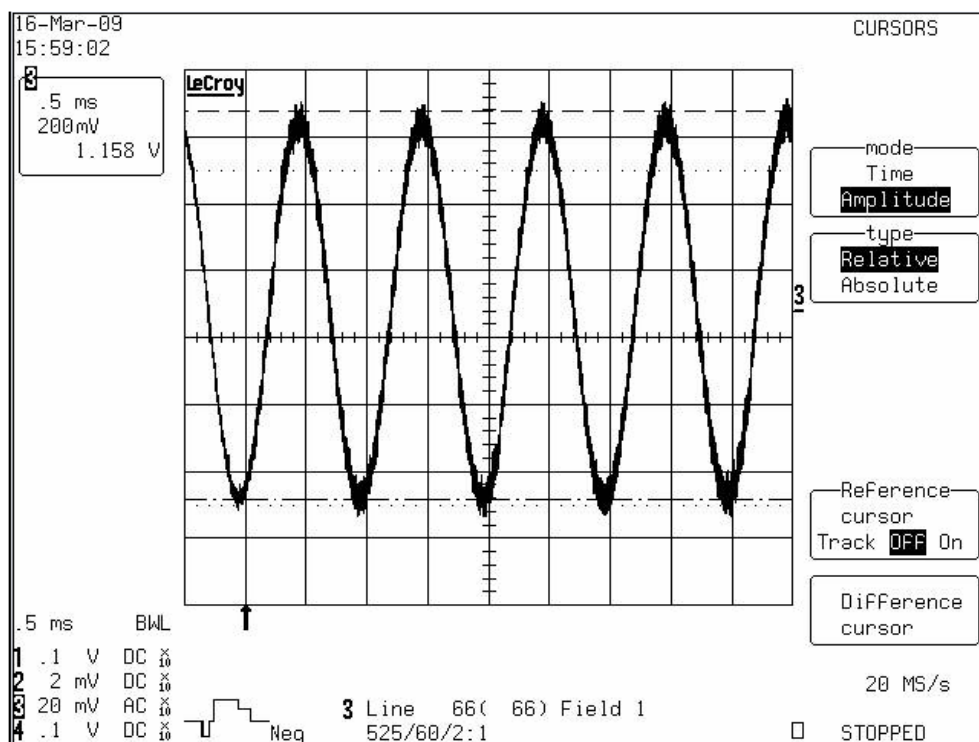

图27
9、射频输入全彩条信号，I²C 总线时钟信号SCL, U10的第9脚处波形如图27所示：